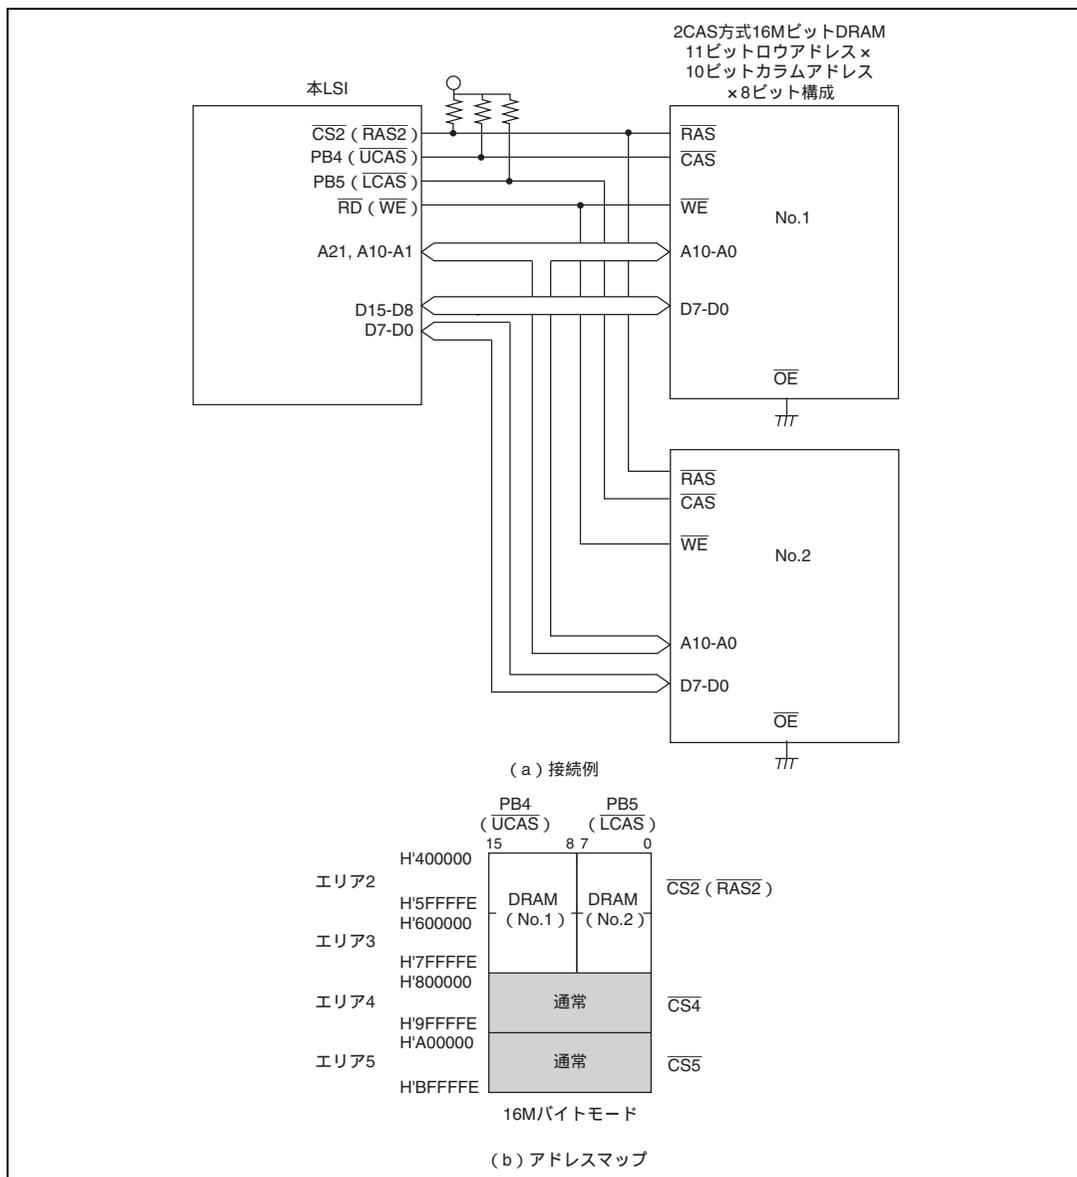

図 6.30 ×8ビット構成の16MビットDRAMの接続例とアドレスマップ
- (2) 図6.30に×8ビット構成の16MビットDRAMを2個使用する場合の接続例とそのアドレスマップを示します。本例では11ビットロウアドレス×10ビットコラムアドレスのタイプのものを使用しています。 $\overline{CS2}$ 端子をエリア2およびエリア3に共通の $\overline{RAS}$ 出力端子として使用しています。本例のようにDRAMのアドレス空間が複数エリアにまたがって連続する場合、DRAS2~0の設定により、一本の $\overline{CS}$ 端子が複数エリアに共通の $\overline{RAS}$ 出力端子として使用でき、アドレス空間が最大4エリアにまたがる大容量DRAMを直接接続することができます。この場合不要となる $\overline{CS}$ 端子（本例では $\overline{CS3}$ 端子）は入出力ポートとして使用することができます。